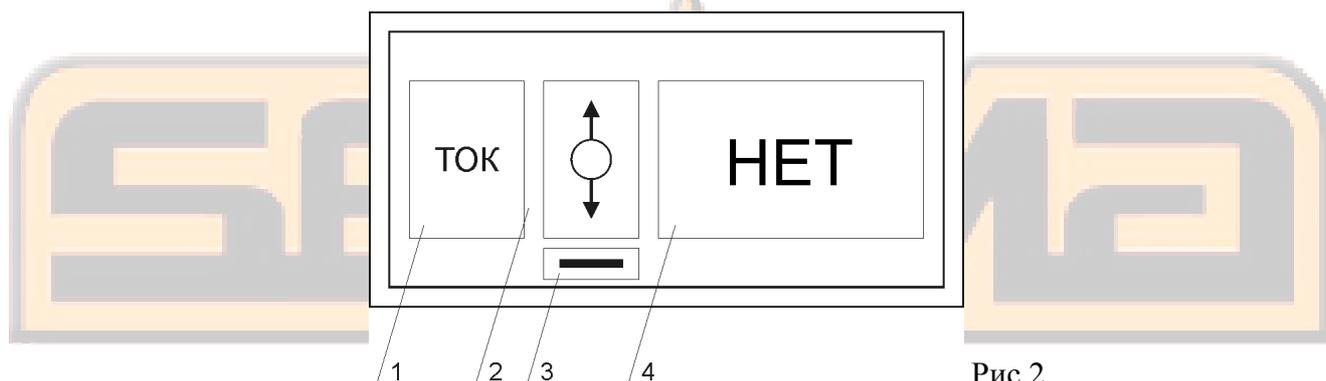

Рис.2
1.2. При подаче питающего напряжения на ЖК-индикаторе регулятора появляется надпись "SELMA РКС-801М" и он переходит в режим настройки. На индикаторе отображается изображение сварочной позиции «ТОК» Рис.2:
На примере позиции «ТОК» рассмотрим порядок выбора и установки требуемых величин. В левой части индикатора отображаются символы сварочных позиций. В центральной части экрана расположен условный знак в виде двунаправленной стрелки (рис.2, поз.2), указывающий на возможность перебора сварочных позиций. Под ним расположен курсор (рис.2. поз.3). В правой части индикатора "Настройка" высвечивается режим "ДА" или "НЕТ" позиции цикла «ТОК» (рис.2, поз.4). Для того чтобы задать значение режима необходимо нажатием кнопки SB2 переместить курсор вправо и нажатием кнопок SB1 или SB3 выбрать требуемый режим.